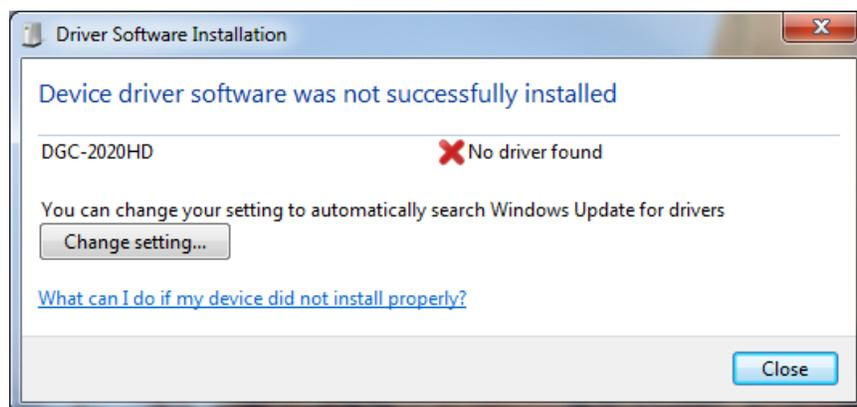

图 9-1. 驱动程序安装
- 第一步 如果出现图 9-1，请关闭所有程序并重启计算机。